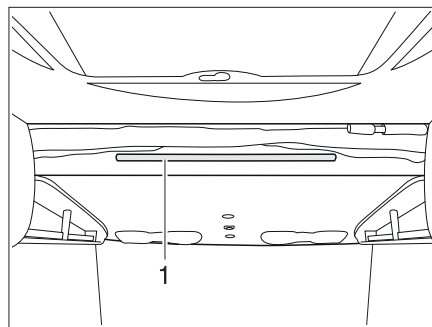

Fig. 161 Cama elevada eléctrica
- Enganchar la escalera de ascenso en la barra de soporte (Fig. 161,1) de la cama elevada con los dos ganchos.